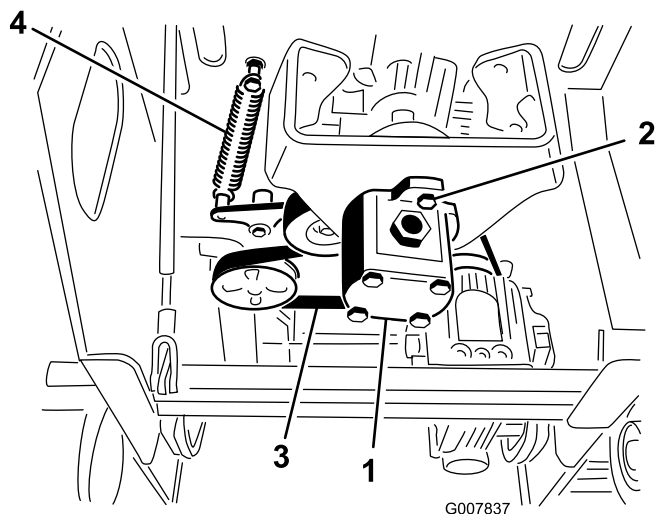

Figura 51
5. Allentate i due bulloni della pompa (Figura 51).
6. Ruotate la pompa in senso antiorario e lasciatela uscire dalla puleggia (Figura 51). Controllate che la stella dell'accoppiatore si abbassi con la pompa.
7. Servendovi di un tiramolle (contattate il vostro Centro Assistenza Autorizzato) o di un gancio metallico rigido, tirate l'estremità della molla della puleggia tendicinghia per allentare la tensione sulla cinghia (Figura 51).